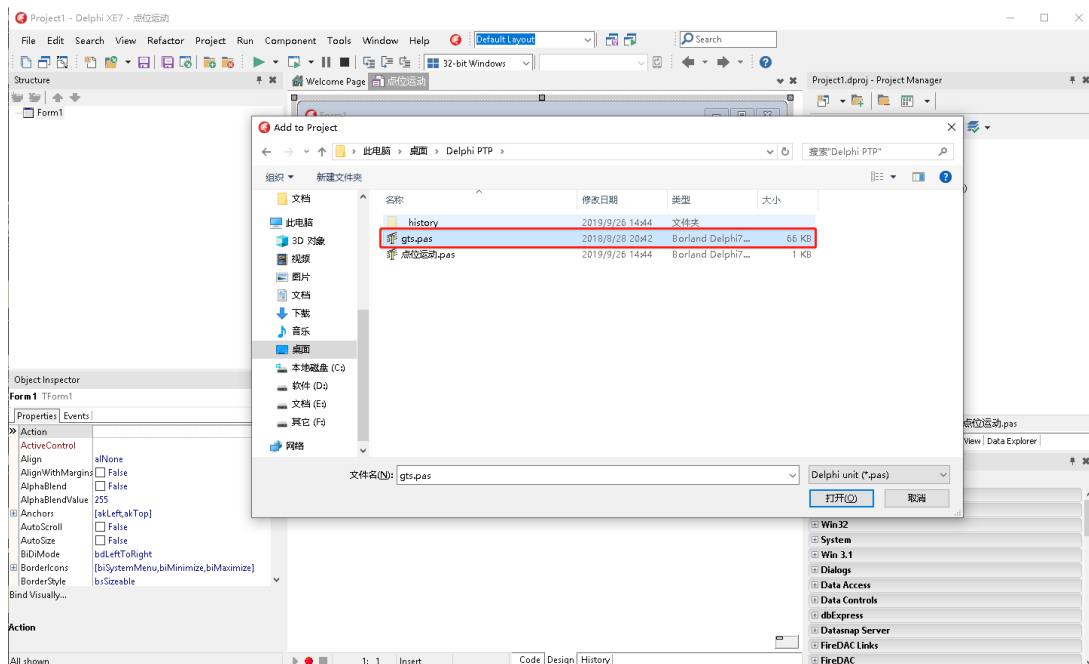
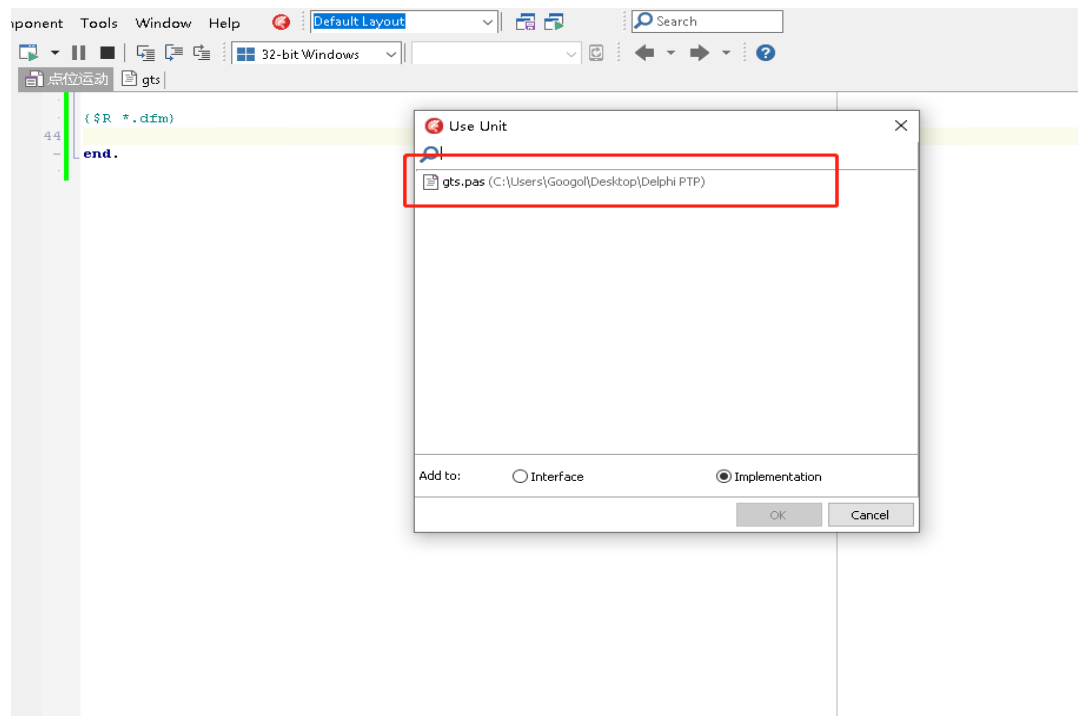

图 13
图 14
4、选择“Project”菜单下的“Add to Project…”菜单项，将函数声明文件添加到工程当中，选择“File”菜单下的“Use Unit…”菜单项添加函数声明文件的引用，如图13，如图14